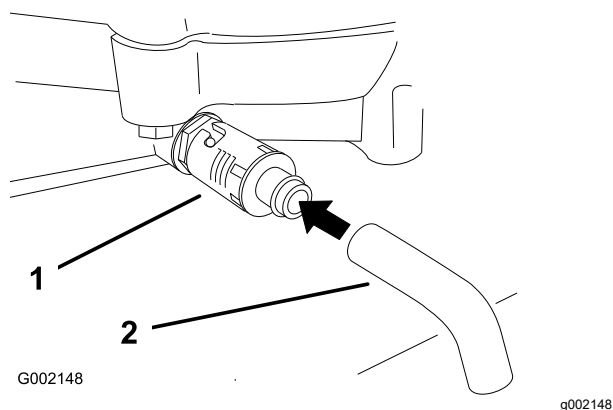

Рисунок 31
- Поместите поддон под сливное отверстие. Поверните клапан слива масла, чтобы дать маслу стечь (Рисунок 31).